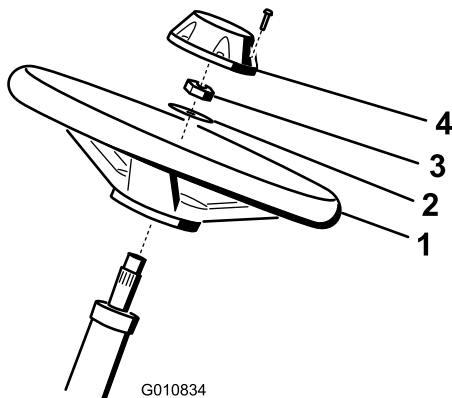

Figura 5
- Deslice el volante sobre la columna de dirección (Figura 5).
- Deslice la arandela sobre la columna de dirección (Figura 5).
- Sujete el volante a la columna con una contratuerca y apriétela a 27–35 Nm (Figura 5).
- Sujete el embellecedor al volante con el tornillo (Figura 5).